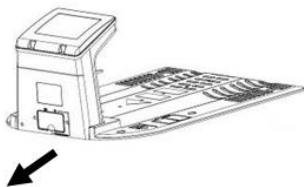

Fig.19A
1. Deschideți capacul port conectorului. (Fig.19A)